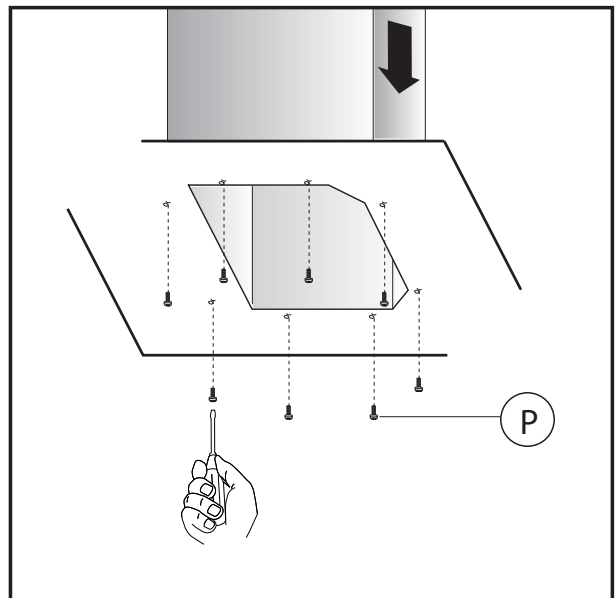
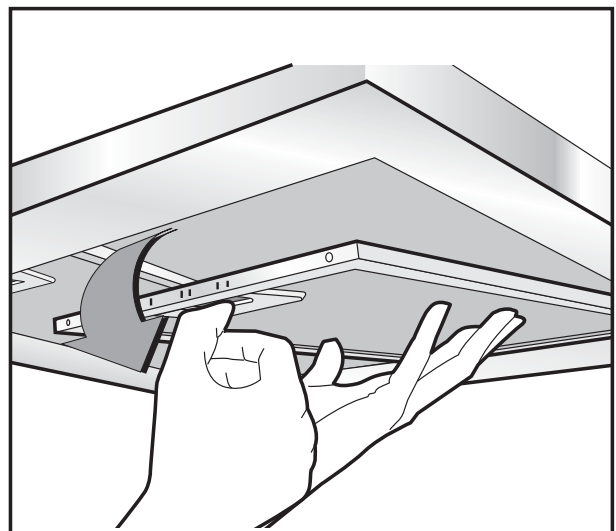

Fig.12
Fig.13
- Si votre appareil est doté d'un conduit de fumées inférieur qui doit être fixé au corps de la hotte avec les vis, enlever les filtres anti-graisse de la hotte en intervenant sur les manilles correspondantes (**Fig.13**). Visser ensuite le tuyau du conduit de fumées inférieur depuis l'intérieur de la hotte, en utilisant les vis **P** (**Fig.12**). Pourvoir enfin à replacer les filtres dans leur logement.